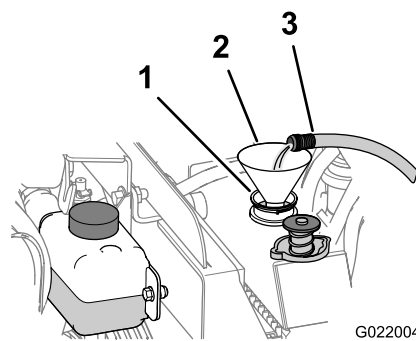

**Figure 142**
- B. Remplissez le radiateur d'eau propre (Figure 142).